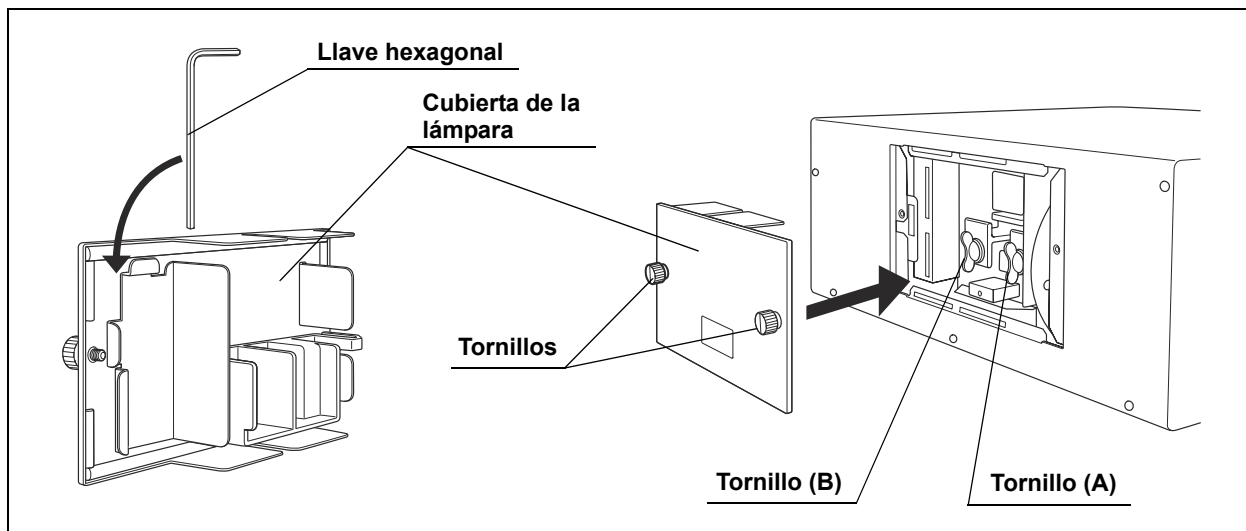

Figura 5.8
8. Gire el tornillo (B) 90° en sentido antihorario desde la posición horizontal hasta que se detenga, mientras empuja el tornillo.
9. Gire el tornillo (A) 90° en sentido antihorario desde la posición horizontal hasta que se detenga, mientras empuja el tornillo.
10. Compruebe que los disipadores de calor están firmemente acoplados tirando de los tornillos (A) y (B).
11. Guarde la llave hexagonal en la parte trasera de la cubierta de la lámpara (véase la figura 5.8).